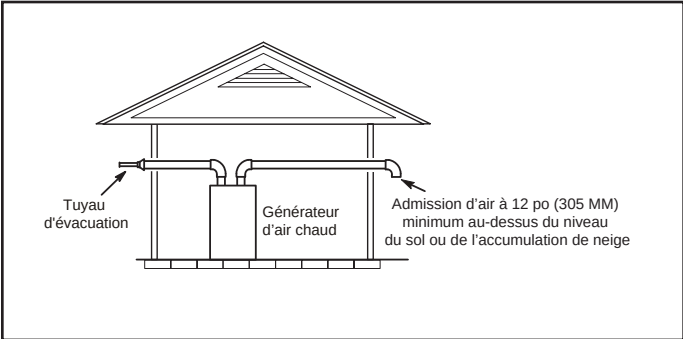
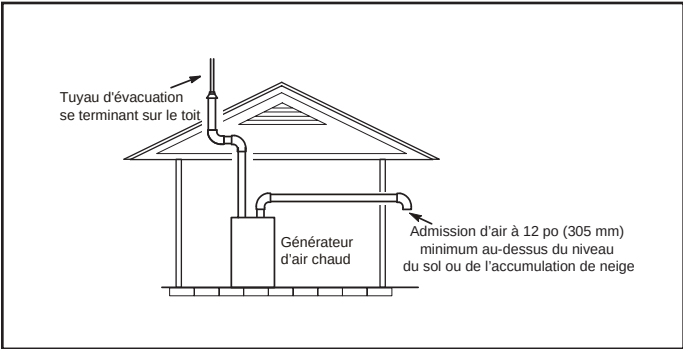

Figure 26. Sortie des événements d'évacuation et d'admission (pas de zone de pression commune)
Figure 27. Sortie des événements d'évacuation et d'admission (pas de zone de pression commune)
Les tuyaux d'admission et d'évacuation peuvent être acheminés horizontalement à travers un mur extérieur ou verticalement à travers le toit. Dans les installations dans un comble ou un placard, la terminaison verticale à travers le toit est préférable. Les Figures 26 à 34 présentent des terminaisons typiques.
- 1. Les terminaisons d'admission et d'évacuation ne doivent pas nécessairement se trouver dans la même zone de pression. Vous pouvez sortir l'admission d'un côté de la structure et l'évacuation d'un autre côté (Figure 26). Vous pouvez sortir l'évacuation par le toit et l'admission par le côté de la structure (Figure 27).